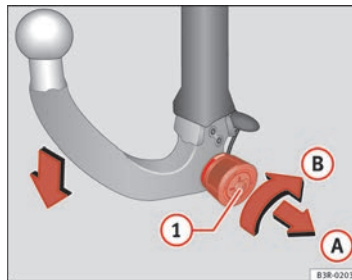

Fig. 170 Dispositivo desmontable para remolque: Desmontar la rótula
- Introduzca la llave en la cerradura **(1)** ⇒ fig. 170 de la rueda moleteada.